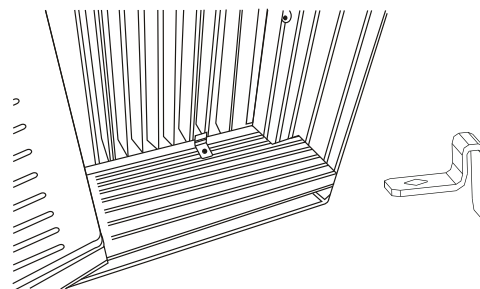

Fig.18C
3. Coloque los marcos de bloqueo en el alféizar de la ventana usando dos tornillos de 3/4" (19mm) (Fig.18C) (en algunos modelos)